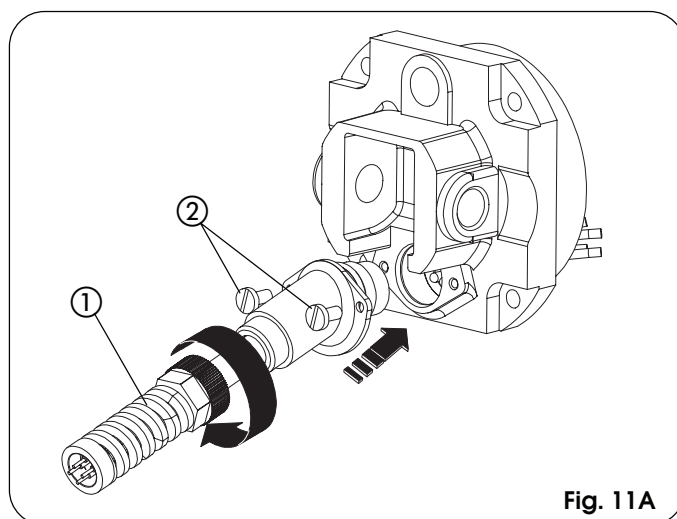

Fig. 11A
- A) Placer les deux entretoises anti-vibratiles ② sur la bride antérieure.
- B) Introduire le carter en le pressant avec force dans le couvercle postérieur ①.
- C) Fixer le carter avec la vis autotaraudeuse ③.
- D) Placer le couvercle antérieur ⑤ sur le carter et bloquer avec le bouchon FIX ④.
12) Monter le protégé-câble électrique (réf. ①, Fig. 11A).
- Connecter le câble d'alimentation de l'opérateur (Fig. 11A).
- Visser les vis (réf. ②, Fig. 11A).